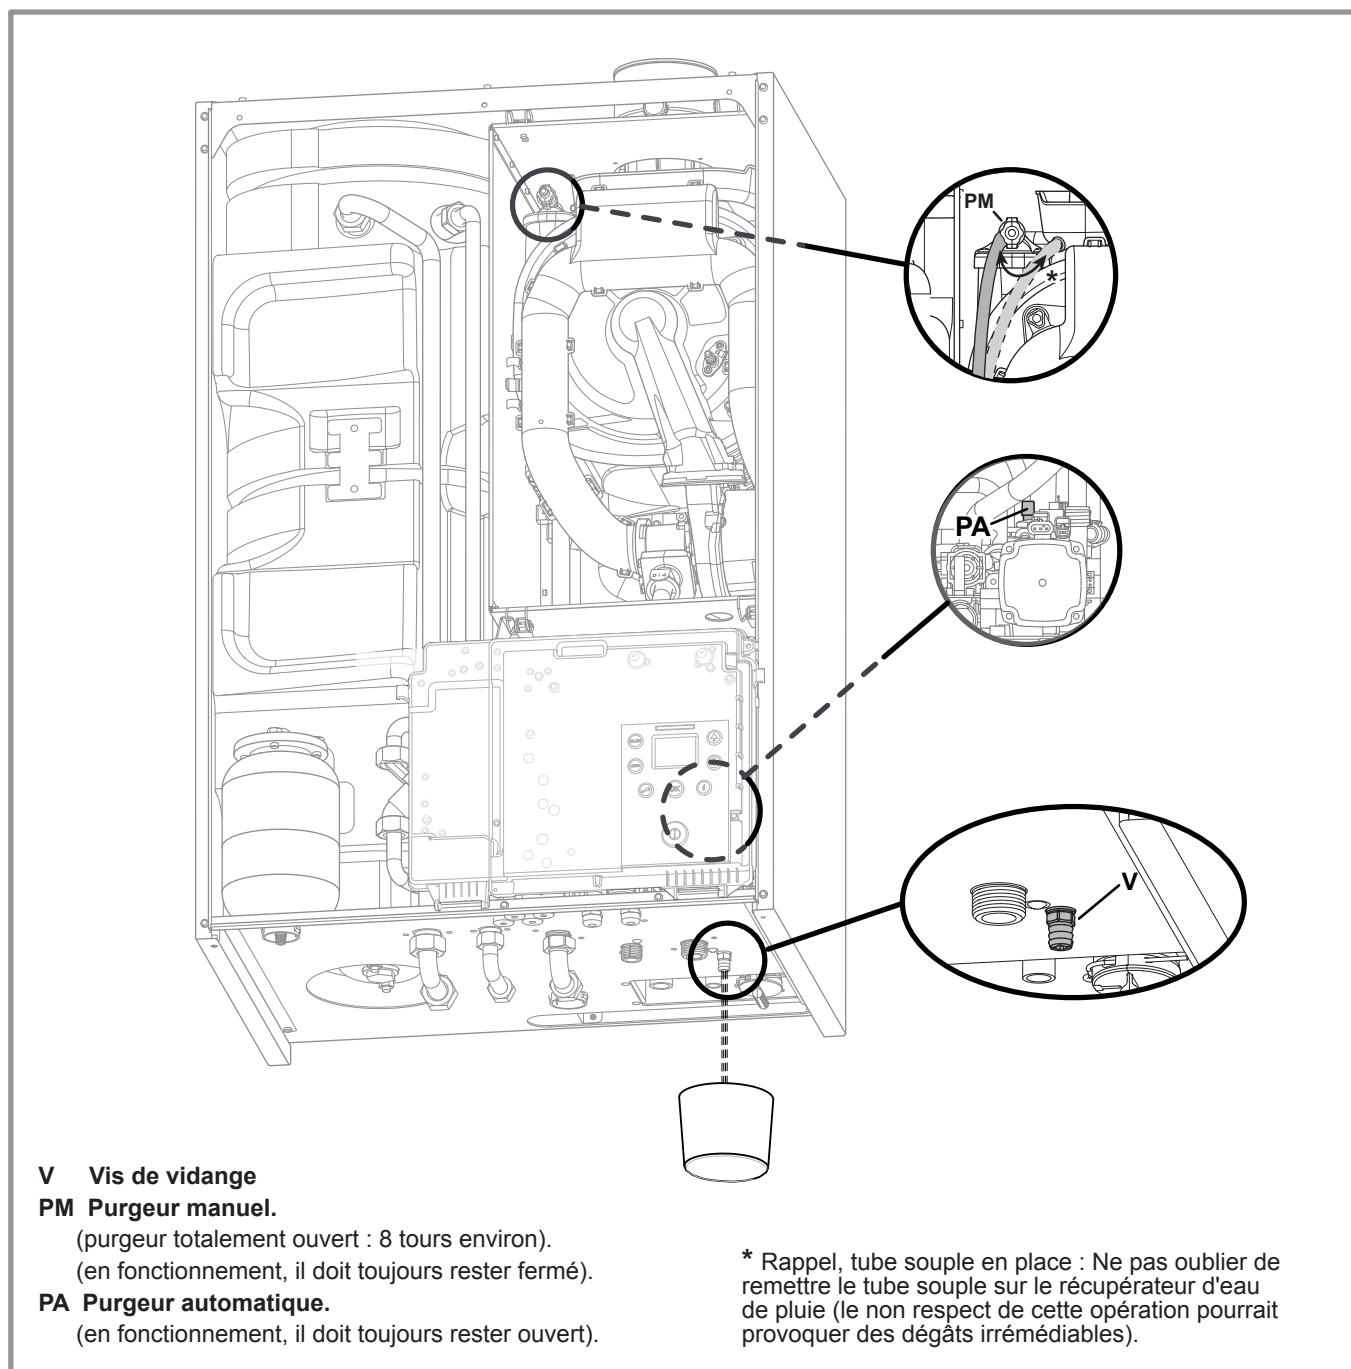

figure 33 - Purge et vidange de la chaudière / Vidange des ballons ECS
- Ouvrir le purgeur manuel (Attention de l'eau peut sortir) (figure 33).